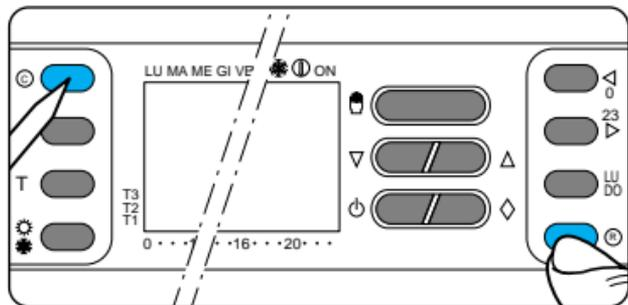

Fig. 75
**14.2** - Pulse al mismo tiempo los botones © y ® (fig. 75).